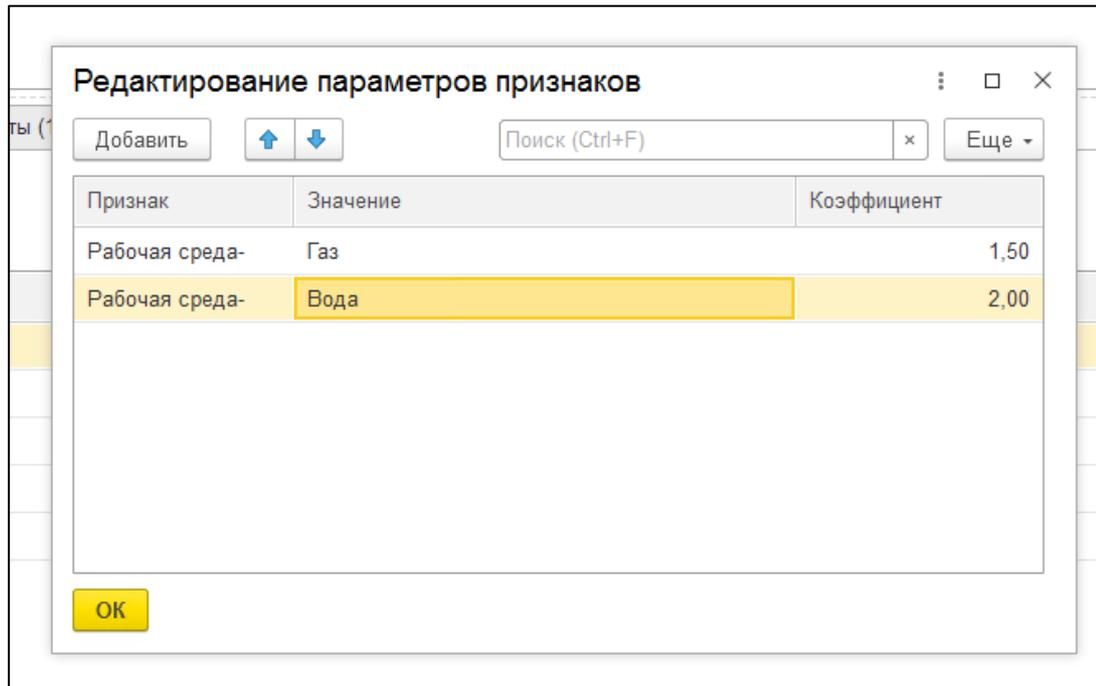

Рисунок 135. Заполнение параметра признаков.
- «**Параметры признаков**» - указать параметр признака и заполнить табличную часть с реквизитами (см. Рисунок 135):
- **«Параметры признаков»** - указать параметр признака (см. Рисунок 135);
- «**Параметры признаков**» - указать параметр признака (см. Рисунок 135);